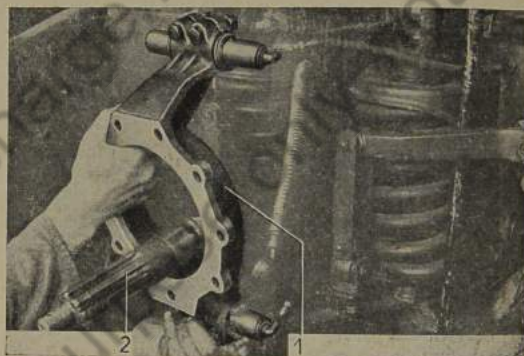

Bild 699: Radtragschild abnehmen
4. Durch leichte Hammerschläge die Querlenkerdeckel (698/3) lösen. Radtragschild abnehmen (Bild 699). Lagerbolzen aus dem Radtragschild heraus schlagen.